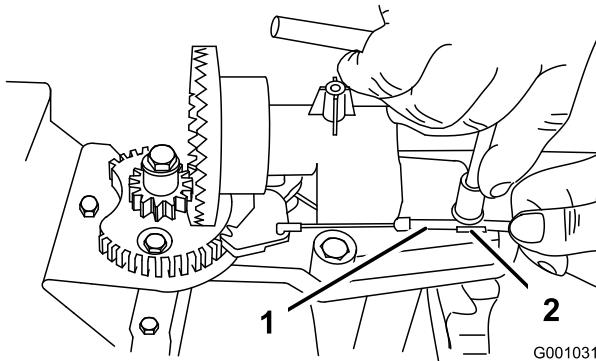
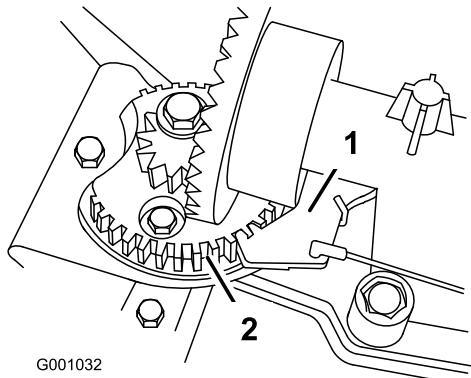

Figure 59
Figure 60
- Desserrez le boulon du serre-câble (Figure 59).
- Saisissez la gaine du câble et déplacez-la vers l'avant de la machine jusqu'à ce que le cliquet de verrouillage de l'éjecteur s'engage complètement dans les dents du secteur (Figure 59 et Figure 60).
Remarque: Le cliquet est rappelé par ressort et s'engage naturellement dans les dents du secteur (Figure 60).